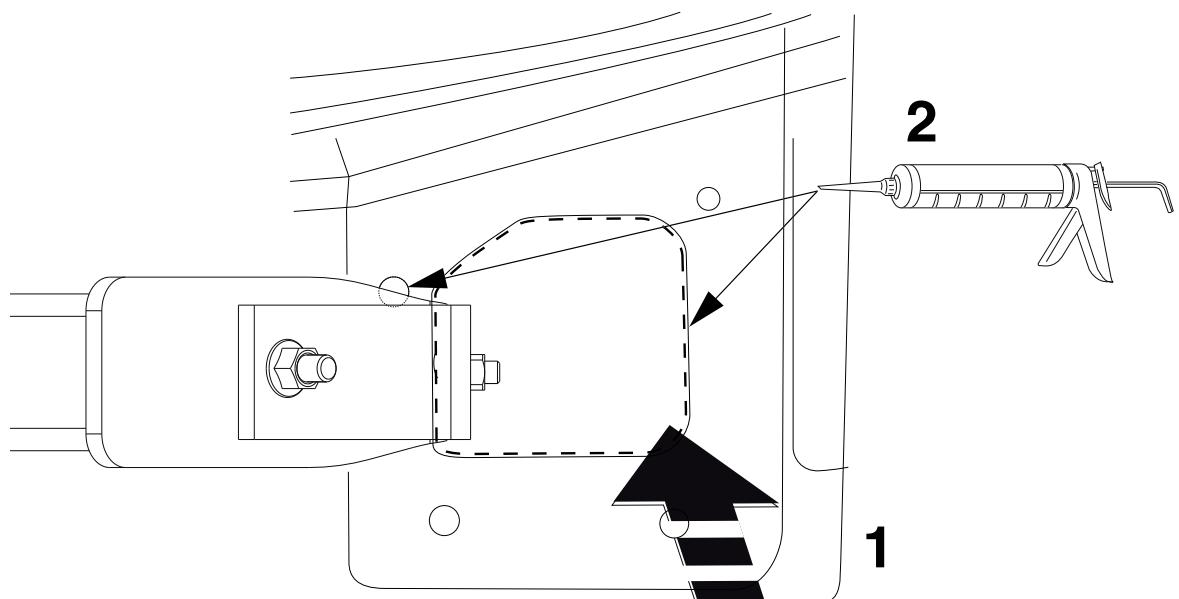

Fig. 3
Krijt de arrangementen delen in (zie fig. 3)
10. Place the two PE foam blocks as sealing in the chassis members. Seal the portions indicated (see fig. 3).
10. Die zwei PE-Schaumblöcke als Dichtung in den Fahrgestellträger einsetzen. Die angegebenen Teile kittern (siehe Abb. 3).